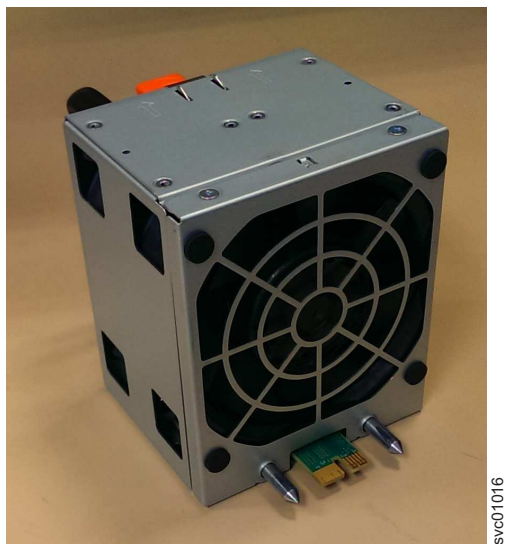

図 71. ファン・モジュールの向き
1. 96 ページの図 71 に示すように、ファン・モジュールを、解放タブを上、コネクタ・ピンを下にして保持します。